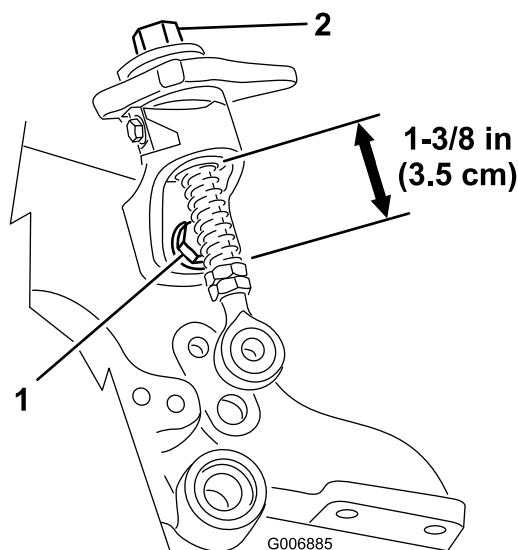

Figure 47
2. Desserrez le boulon de montage de l'ensemble levier de levage rapide et vérifiez que la tige filetée est bien alignée et ne coince pas sur le bas du support de montage de l'ensemble levier de levage rapide (Figure 47). Resserrez les boulons.
3. Vérifiez que les ressorts du levier de levage rapide sur les tiges filetées sont longs de 3,5 cm (Figure 47).